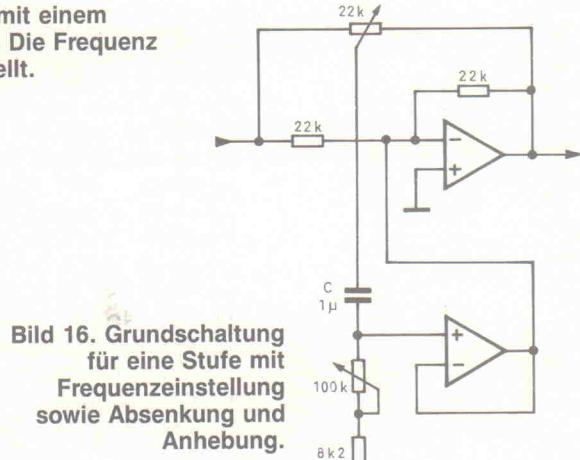

**Bild 17.** Parametrischer EQ mit einem Einstellbereich von  $\pm 16$  dB. Die Frequenz wird über P 3a/P 3b eingestellt.
Die Schaltung in Bild 17 zeigt nun, wie man beides erreicht. Die Auskopplung am Poti  $P\ 3c$  geschieht niederohmig, so daß die Frequenzeinstellung mit  $P\ 3a$  nur gering von  $H$  (Anhebung/Absenkung) beeinflußt wird. Nach dem Hochpaß mit seiner frei einstellbaren Übernahmefrequenz folgt ein ebenso langer Tiefpaß. Die Frequenzeinstellung geschieht über ein Tandempot (P 3a/P 3b) gleichzeitig für beide Filter. Der Umschalter ermöglicht nun zwischen Shelve- und Bell-Charakteristik, also ohne oder mit anschließender Absenkung zu wählen. Da hier mit Filtern 1. Ordnung gearbeitet wird, erreicht man eine Flankensteilheit von maximal 6 dB/Okt, wie auch bei 'normalen' Baß-/Höhenregelungen (Bild 15).
- Bild 17/24: D. + R., Avalon